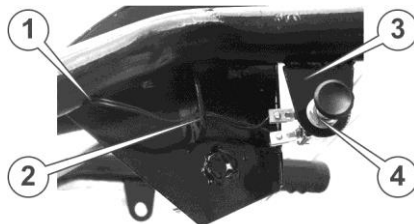

Рисунок 35. Ліва рукоятка керма
32. Зачистити і під'єднати здвоєний провід електроживлення фари до клем вимикача фари (4) (див. рис. 35.).
34. Протиснути здвоєний провід електроживлення фари через отвір кронштейна (2) (див. рис. 35.) та направити в трубу лівої рукоятки керма через отвір (1) в цій трубі. Протиснути провід через кронштейн кріплення керма і протягнути його вздовж пластикового рукава з електропроводкою (див. рис. 35.)